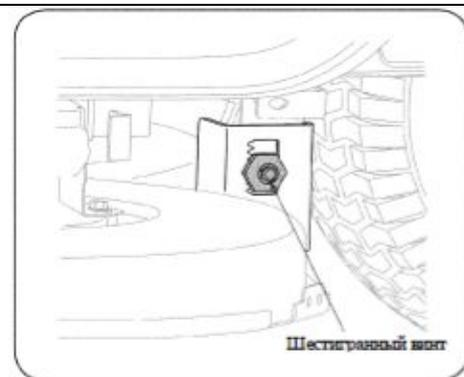

Рис. 18
3. Ослабьте, но не выкручивайте полностью винт с шестигранной головкой, расположенный на левом подвесном кронштейне деки (См. Рис.18).
5. Найдите петлеобразный штифт, используемый для крепления задней опорной тяги деки газонокосилки, расположенной в задней левой части деки (см. Рис. 18). Извлеките штифт и осторожно снимите опору деки с рычага подъемного устройства деки.